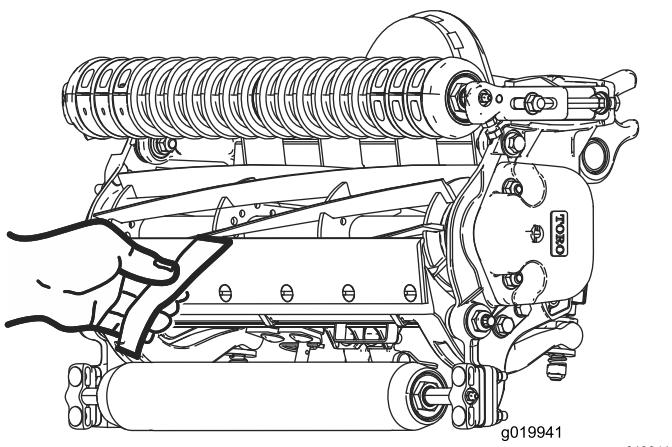

Bild 18
10. Testen Sie die Mähleistung, indem Sie einen langen Streifen des Schnittleistungspapiers (Toro Bestellnummer 125-5610) senkrecht zum Untermesser zwischen die Spindel und das Untermesser legen (**Bild 18**). Drehen Sie die Spindel **langsam** vorwärts; das Papier sollte geschnitten werden.